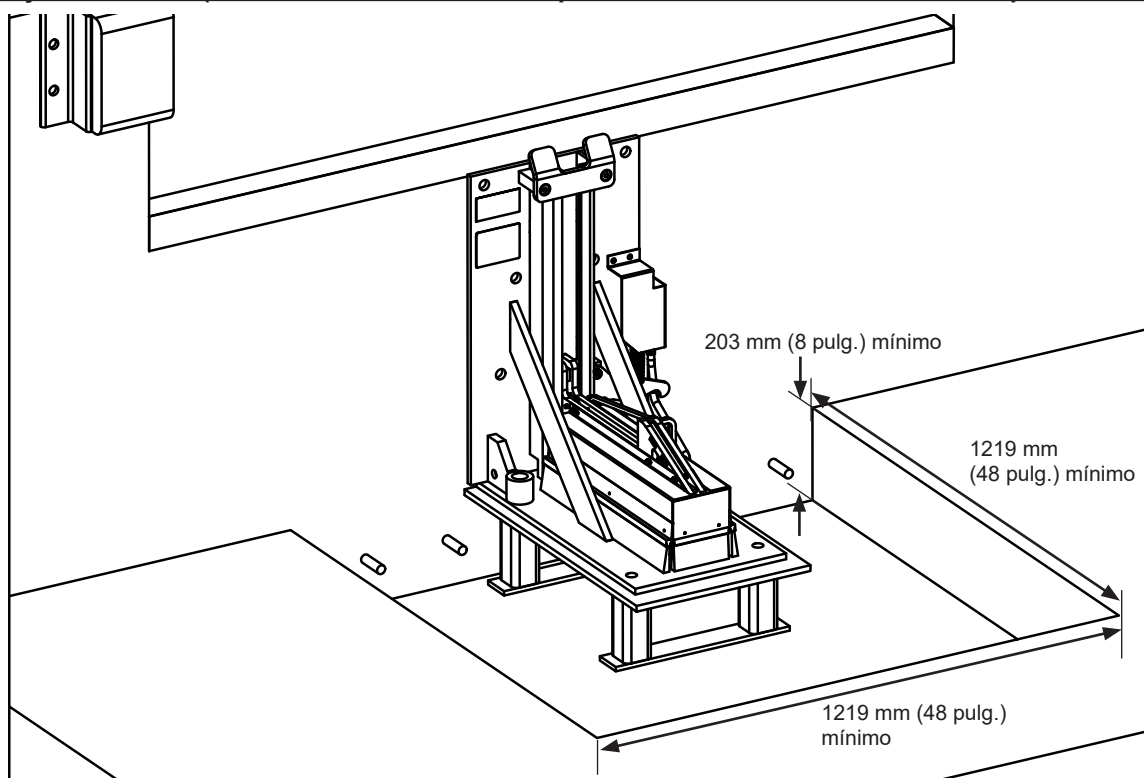

Figura 13
Nota: El montaje en entrada requiere la conexión a una entrada de hormigón de un grosor mayor que 203 mm (8 pulg.). Para entradas de asfalto, vierta una losa de hormigón de mínimo 1219 mm x 1219 mm x 203 mm (48 x 48 x 8 pulg.) e incluya seis (6) espigas de 19 mm (3/4 pulg.) en el muro de cimentación, como se muestra en la Figura 13. Luego, continúe con los anclajes adhesivos o el empotramiento de la placa de soldadura.